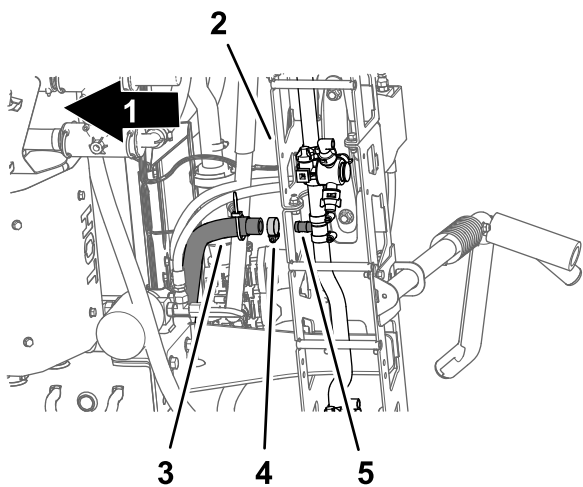

图 36
5. 在中间喷洒段下方取下将中间喷洒段的供水软管固定到宝塔 T 形接头的软管夹图 36。